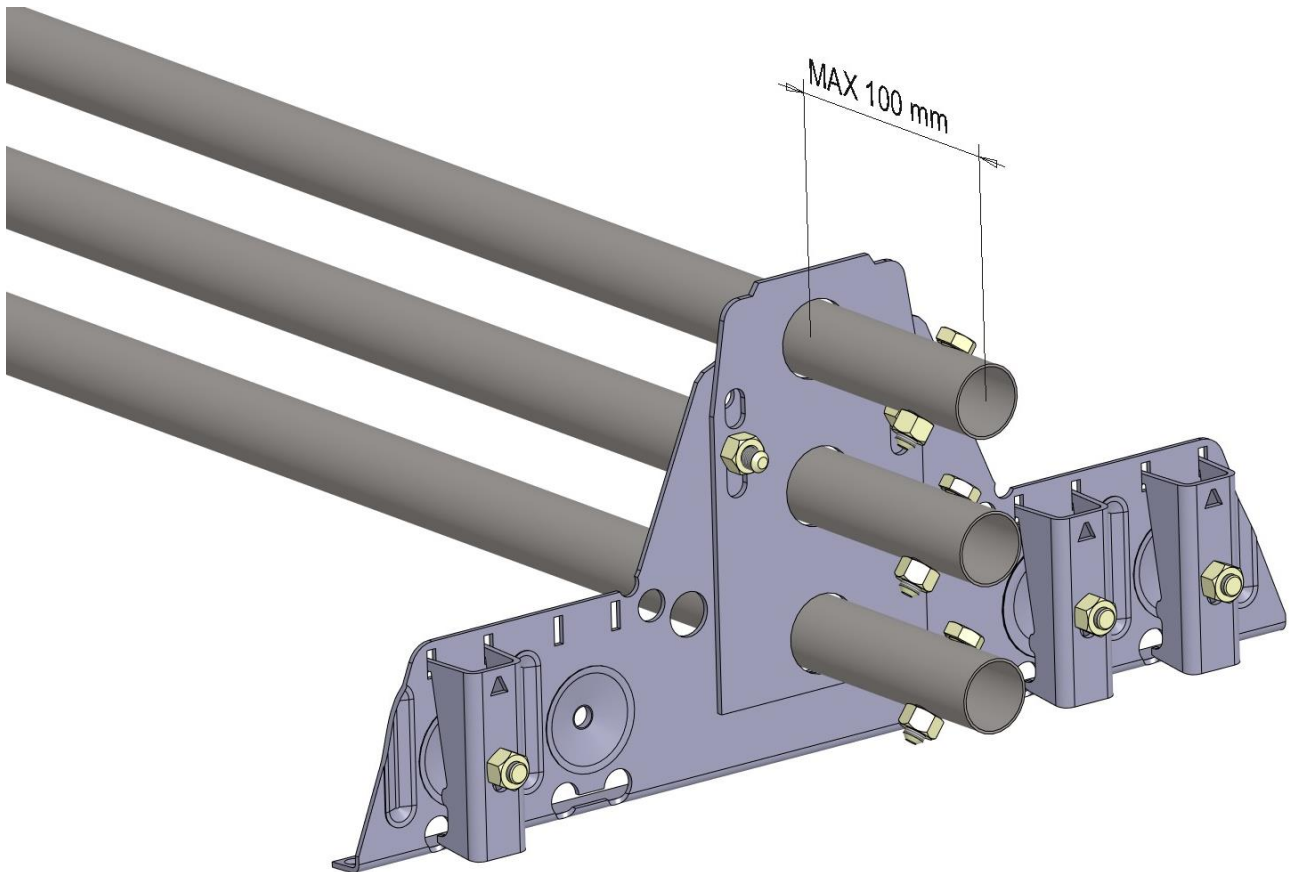

Bild 5
8. Skarvning av rörsnöräcken sker genom att stoppa in den smala ändan i ett annat rör, varefter fogen låses med sexkantskruvar M8 x 40 mm och en M8-mutter. Rörelsen i sidriktning låses genom att fästa sexkantskruvar M8 x 40 mm och muttrar i ändorna (bild 5).